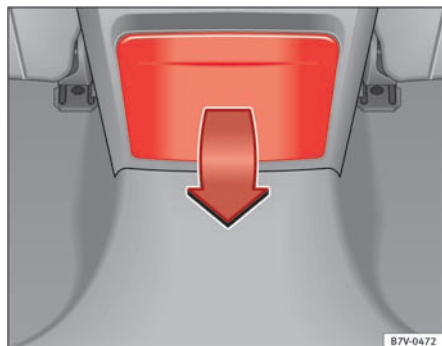

Fig. 116 I midterkonsollen bagi: Sådan klappes drikkevarerholderen ud.
- For at *åbne* skal du klappe drikkevarerholderen nedad i pilens retning ⇒ Fig. 116.